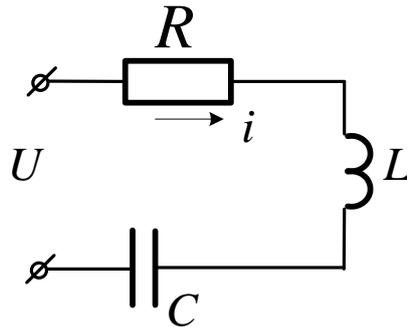

Рисунок 39
**Задача 46.** К электрической цепи (рис.39), имеющей параметры:  $R=3\text{Ом}$ ;  $L=8\text{мГн}$ ;  $C=15\text{мкФ}$  подключено напряжение  $U=20\text{В}$  ( $f=500\text{Гц}$ ).